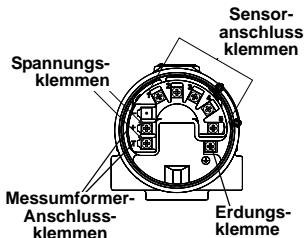

Abbildung 1. Anschlussschema Messumformer – Sensor
3. Die Sensorleitungen gemäß Abbildung 1 anschließen.